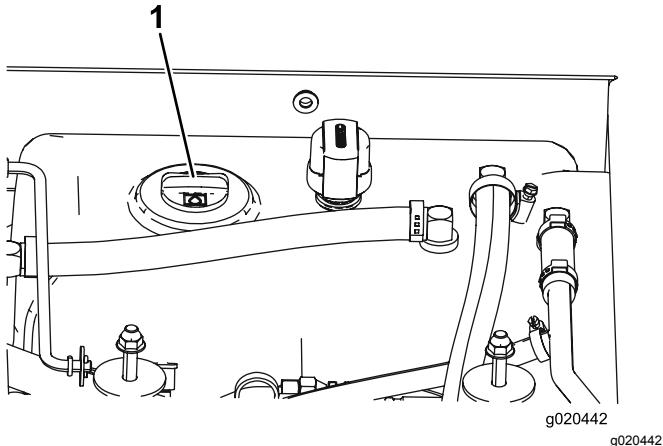

Bild 14
- Reinigen Sie den Bereich um den Füllstutzen und den Deckel des Hydraulikbehälters (Bild 14). Drehen Sie den Deckel vom Einfüllstutzen ab.